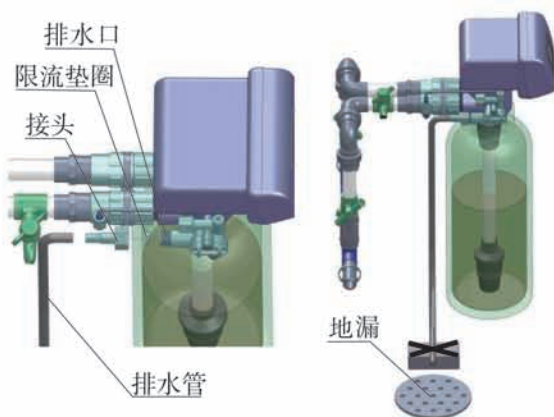

图1-4
- 当控制阀为时间型时，无上述步骤②和步骤③。
⑤ 安装排水管路
- 如图 1-4 所示，将排水软管插入排水接头；